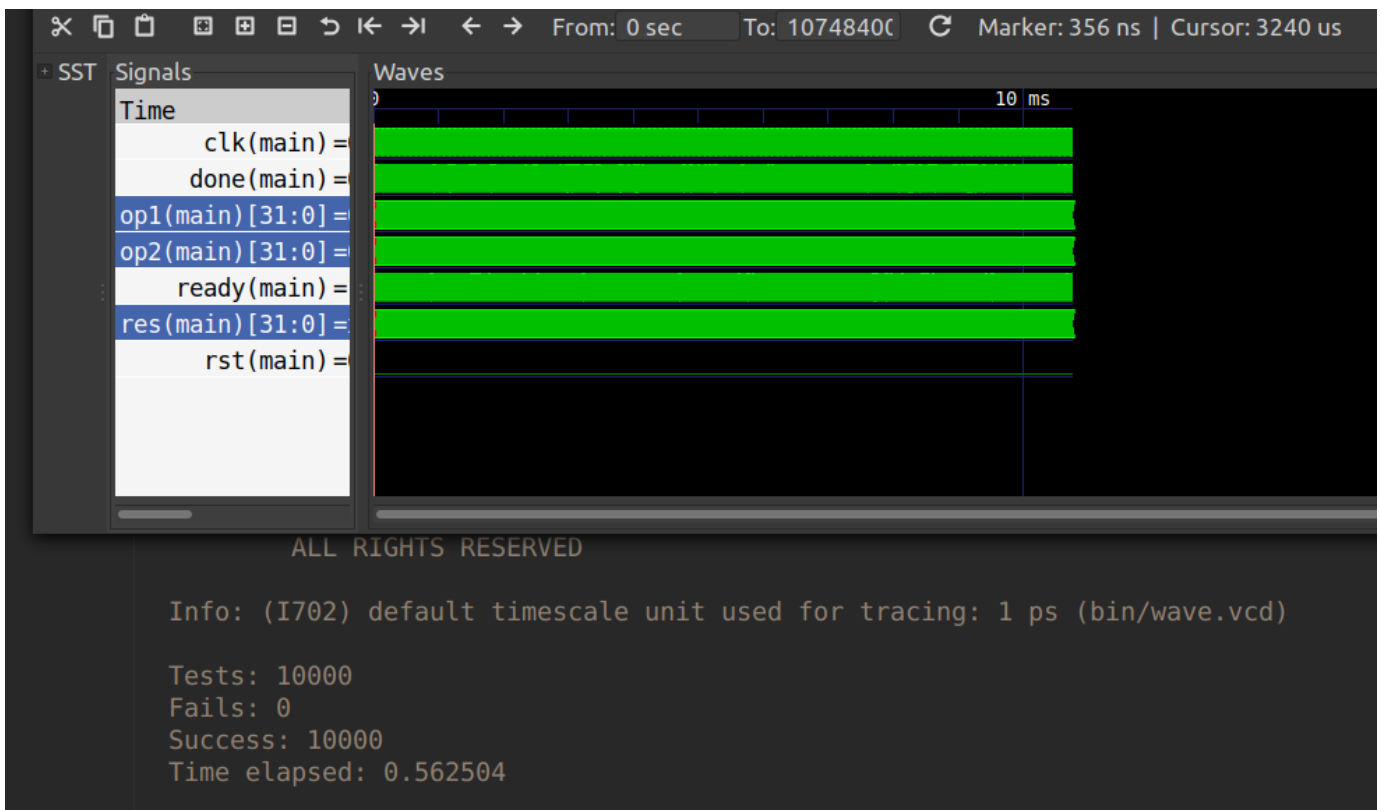

Figura 9. Simulazione in SystemC con rnd_test
- **rnd_test**: che prova *TESTS_NUM* moltiplicazioni generate casualmente tra un intervallo modificabile. [Figura 9].